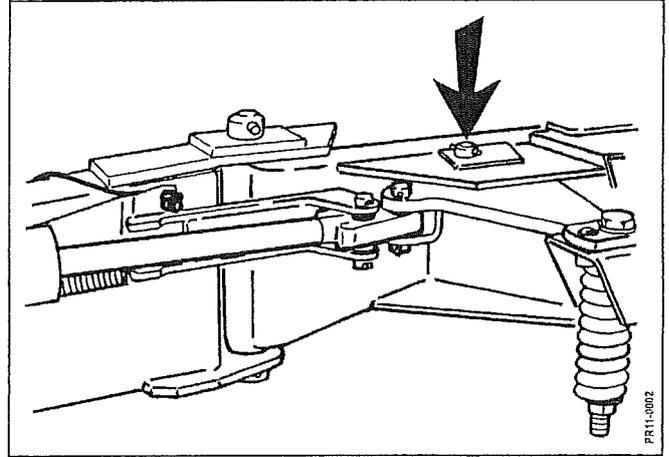

Fig. 2-2
- Fig. 2-2:** Reliez un vérin hydraulique ou un système mécanique de repliage avec un axe et une goupille.